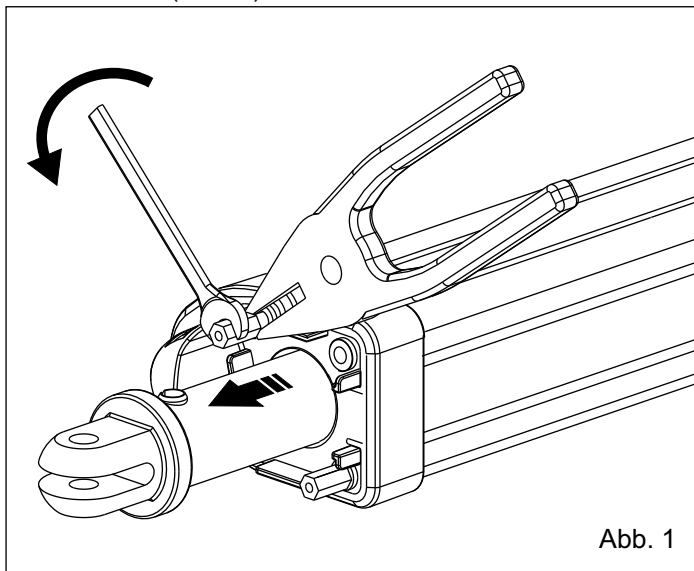

Abb. 1
1. Schrauben Sie die 2 sechseckigen Muttern auf dem ALPHA-Antrieb ungefähr 3/5 mm auf oder nur soweit, dass es möglich ist eine spitze Zange einzuführen, um die Innenstange zu blockieren, danach die Muttern vollständig abschrauben (Abb. 1).